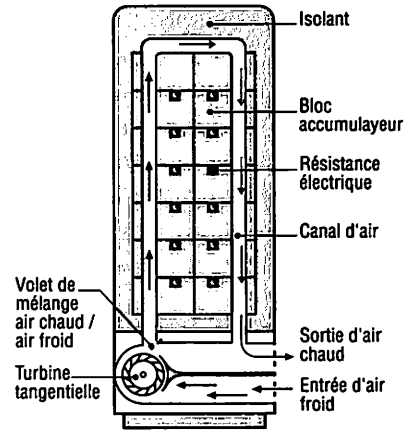

Fig. 13 : Radiateur à accumulation dynamique (Type III).
- **type III** : ou **dynamique**, le noyau réfractaire est équipé à sa base d'une turbine asservie à un thermostat d'ambiance qui fait circuler l'air au cœur du noyau et la restitue à bonne température dans la pièce (fig. 13).